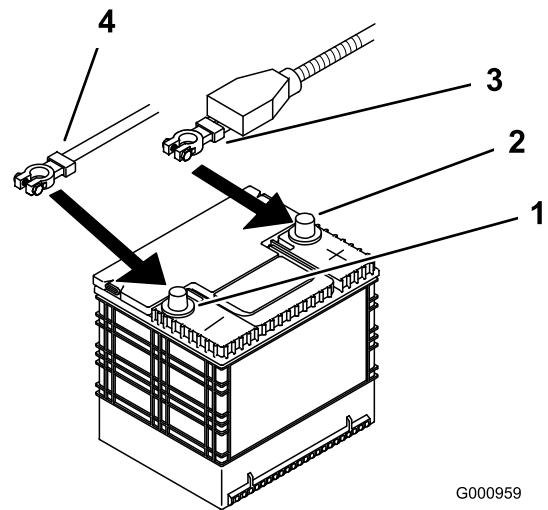

Figura 50
4. Primero desconecte el cable negativo del borne negativo (-) de la batería (Figura 50).
5. Retire la cubierta de goma roja del borne positivo (rojo) de la batería. Luego retire el cable positivo (rojo) de la batería (Figura 50).
1. Coloque la batería en la bandeja, con los bornes frente al depósito de aceite hidráulico (Figura 50).
4. Fije los cables con 2 pernos ($\frac{1}{4}$ " x $\frac{3}{4}$ "), 2 arandelas ($\frac{1}{4}$ "), y 2 contratuercas ($\frac{1}{4}$ ") (Figura 50).